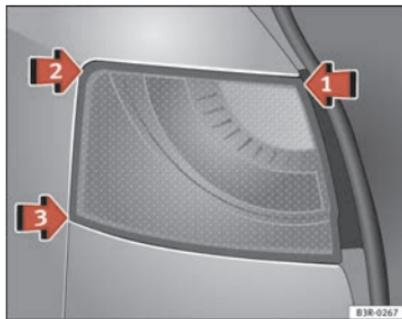
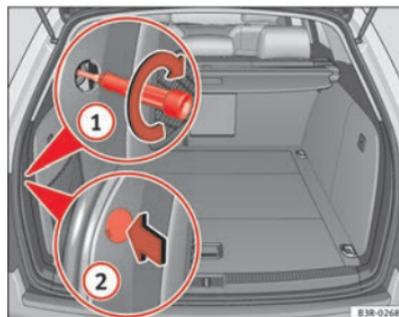

Abb. 230 Heckleuchte einbauen
Abb. 231 Gepäckraum: Lage der Befestigungsschraube für Heckleuchte
- Die Heckleuchte zuerst bei ⇒ Abb. 230 Pfeil ① an den Heckleuchenträger einsetzen.
- Drücken Sie die Heckleuchte in der Reihenfolge ② und ③ leicht an den Heckleuchenträger, bis die Clips fest in den Gummilagem sitzen.
- Leicht auf die Oberseite der Heckleuchte drücken und diese mit dem Schraubendreher vom Gepäckraum aus ⇒ Abb. 231 ① befestigen.
- Setzen Sie die Abdeckung mit der Aussparung nach hinten ② vor der Schraube wieder ein.